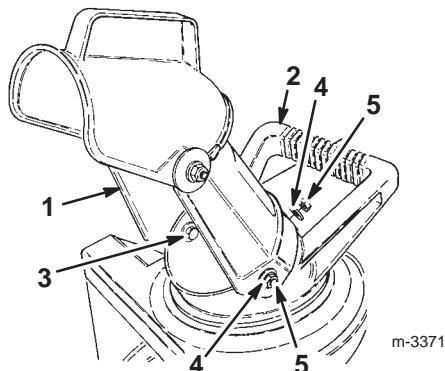

Figure 2
1. Placer les trous dans les côtés de l'éjecteur sur les boulons six pans sur les côtés de la poignée d'orientation (Fig. 2).
2. Fixer l'éjecteur aux boulons six pans à l'aide de 2 rondelles et 2 écrous (Fig. 2).
5. Visser solidement d'une rondelle et d'un écrou sur la vis à l'arrière de l'éjecteur (Fig. 2).